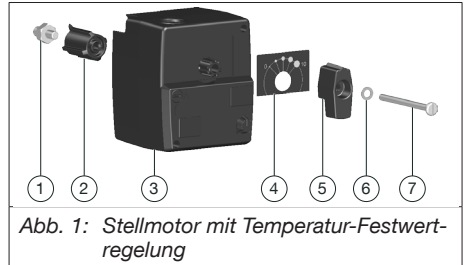
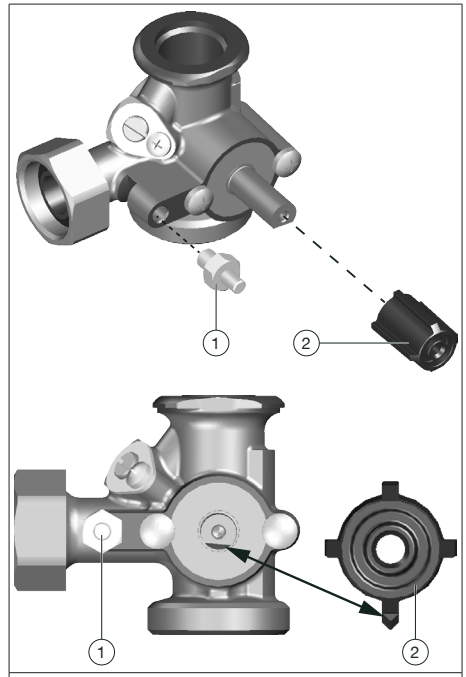
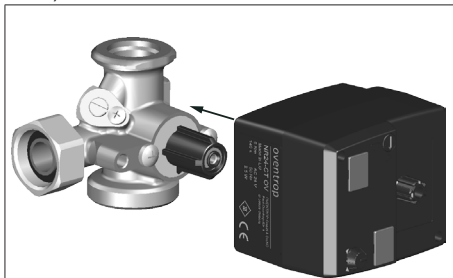

Abb. 1: Stellmotor mit Temperatur-Festwertregelung
Abb. 3: Ausrichtung
Abb. 4: Stellmotor aufsetzen
1. Kontrollieren Sie die Ausrichtung des Mischerkükens. Die abgeflachte Seite des Mischerkükens muss nach unten zeigen und waagrecht ausgerichtet sein (siehe Abb. 3 auf Seite 9). Das Kükens versperrt in dieser Position den Vorlaufstrang.
2. Setzen Sie den beiliegenden Adapter (Position 2 in Abb. 1 auf Seite 7) auf das Mischerkükens. Achten Sie darauf, dass der spitz zulaufende Steg des Adapters nach unten zeigt (siehe Abb. 3 auf Seite 9).
3. Verschrauben Sie die Verdrehsicherung (Position 1 in Abb. 1 auf Seite 7) fest am Mischergehäuse (siehe Abb. 3 auf Seite 9).
4. Setzen Sie den Stellmotor (Position 3 in Abb. 1 auf Seite 7) auf den Adapter (siehe Abb. 4 auf Seite 10).
6. Montieren Sie die Drehrichtungsanzeige, den Drehgriff, die Fächerscheibe und die Schraube (Positionen 4, 5, 6 und 7 Abb. 1 auf Seite 7) (siehe Abb. 5 auf Seite 10).